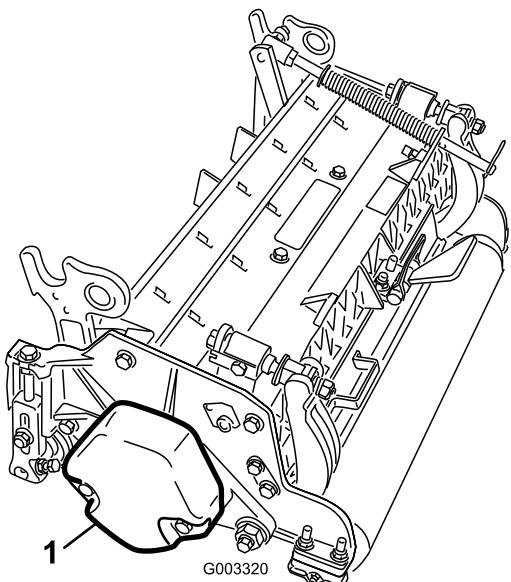

Figura 6
1. En las unidades de corte nº 2 y nº 4, retire los 2 tornillos de caperuza que fijan el contrapeso al extremo izquierdo de la unidad de corte. Retire el contrapeso (Figura 6).